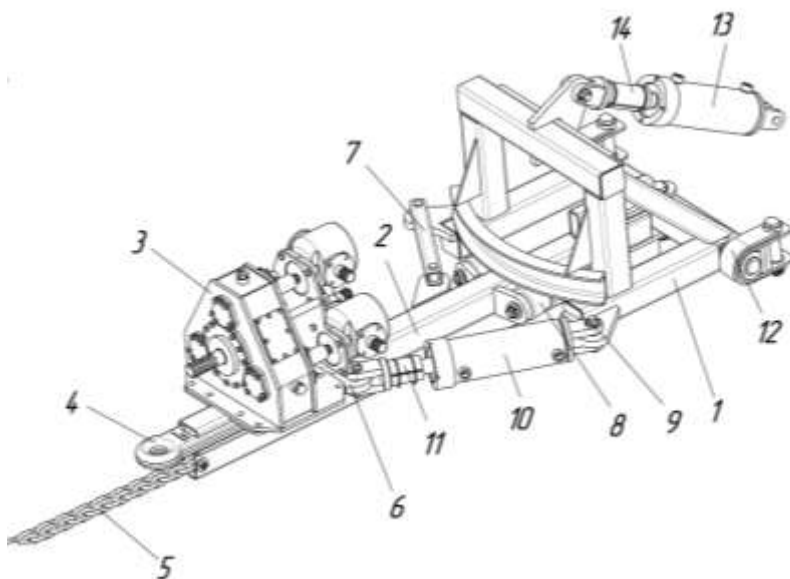

Рисунок 2 – Сница
3.3 Сница (рисунок 2) представляет собой сварную конструкцию из стальных труб, швеллера и листового материала различного размера, она обеспечивает связь транспортера с трактором и изменение его положения относительно трактора в горизонтальной и вертикальной плоскости.